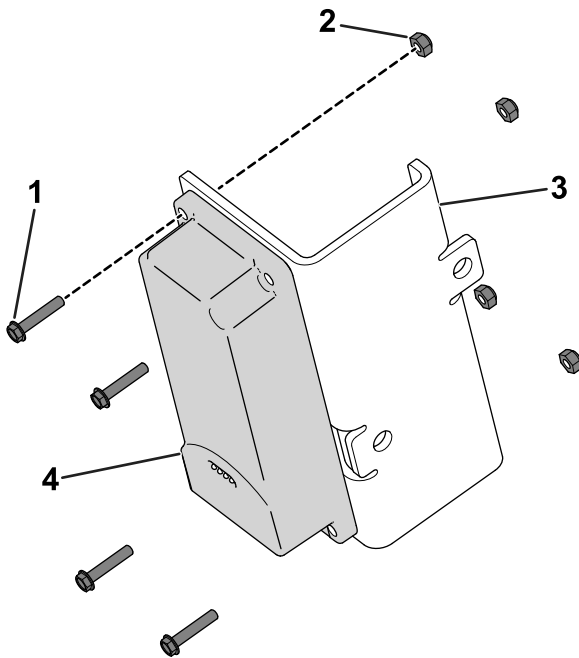

**Bild 8**
2. Befestigen Sie die Gerätehalterung mit einem U-Bügel und zwei Bundmutter ( $\frac{3}{8}$ " ) oberhalb des Handrohrs am Überrollbügel (**Bild 8**).